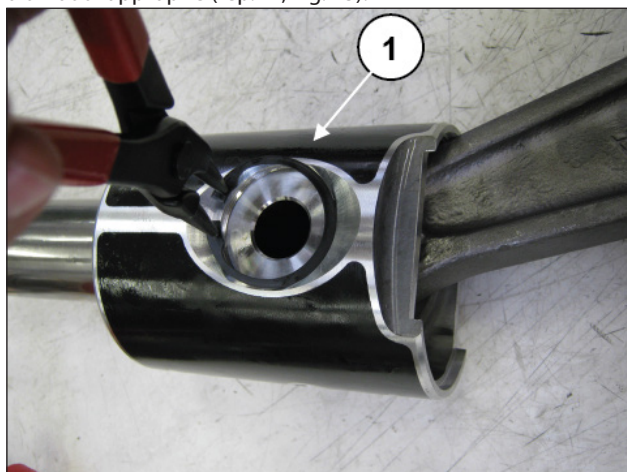

Fig. 43
Déposer les deux circlips de maintien de la goupille à l'aide d'un outil approprié (rep. ①, Fig. 43).